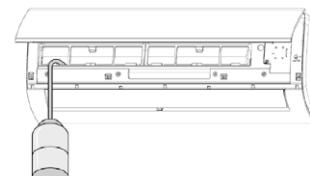

fig. 22 -
- Pentru a verifica scurgerea, turmați apă în tava de scurgere a condensului "fig. 22 -"